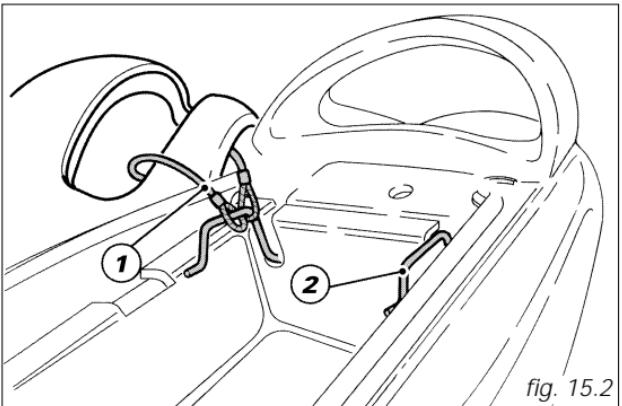

fig. 15.2
A la partie arrière du dégagement au-dessous de la selle vous trouverez le lacet de fixation du casque (1) (voir page 38). Faites passer le lacet dans le casque et introduisez l'extrémité du lacet dans l'un des deux crochets (2). Laissez pendre le casque à l'extérieur (fig. 15.2) et remontez la selle pour le fixer.